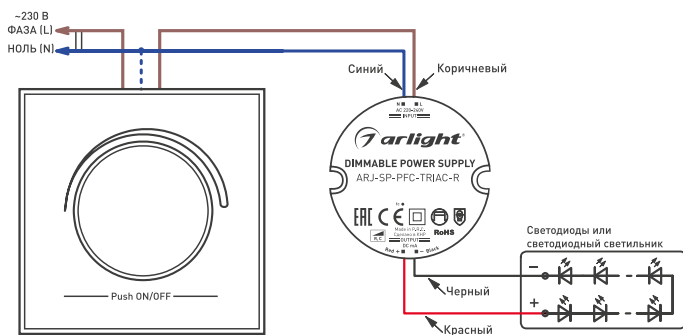

Рис. 1. Подключение источника тока
- 3.5. Подключите входные провода в соответствии со схемой, приведенной на рис. 1. Если у светорегулятора есть клемма для подключения нулевого провода (N), подключите его. На рисунке это соединение обозначено пунктиром. При подключении светорегулятора руководствуйтесь схемой, приведенной в его инструкции.
- Учтите, что светорегуляторы характеризуются максимальной и минимальной мощностью нагрузки. Минимальная мощность нагрузки светорегулятора обычно составляет примерно 10–20% от максимальной и должна быть указана в документации к светорегулятору. Уточните параметры вашего светорегулятора и убедитесь, что мощности подключаемых светодиодных источников света достаточно для работы светорегулятора. Хорошо, если светорегулятор имеет клемму для подключения нулевого проводника (N). Подключение по схеме «нейтралью» способствует стабильной работе светорегулятора при малой нагрузке. На рис. 1 такое подключение обозначено пунктиром.